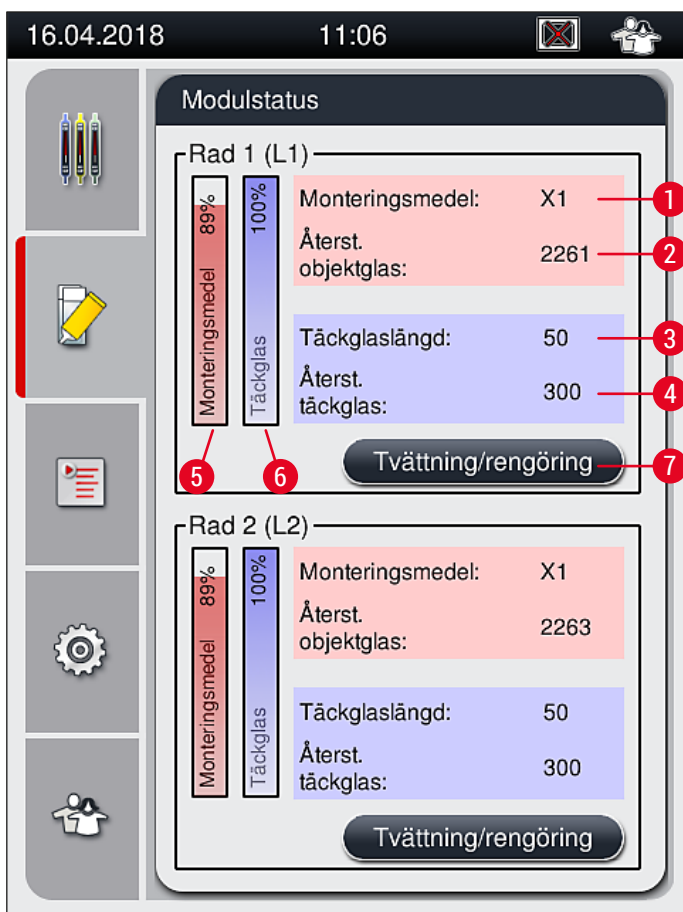

Bild 49
- Menyn **Modulstatus** (→ Bild 49) ger användaren av HistoCore SPECTRA CV en översikt av vilka förbrukningsartiklar som används (monteringsmedel (→ Bild 49-1) och täckglas (→ Bild 49-3)) och deras aktuella fyllnadsnivå (→ Bild 49-5) (→ Bild 49-6) och återstående mängd (→ Bild 49-2) (→ Bild 49-4) för båda täckglasapplikeringsraderna.